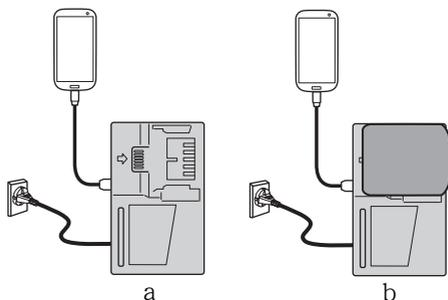

图 13
- 将 USB 设备插入插座进行充电（图 13-a）。
- 将 USB 设备和电池插入插座进行充电。（图 13-b）